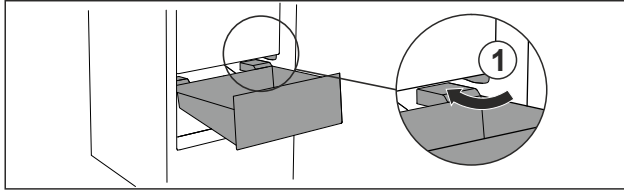

Fig. 69
- Schubfach schräg um die Stopper Fig. 69 (1) herumführen.